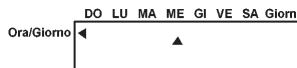

fig.12
- 2) spostarlo con i tasti **↓ ↑** fino al giorno corrente (fig. 12)